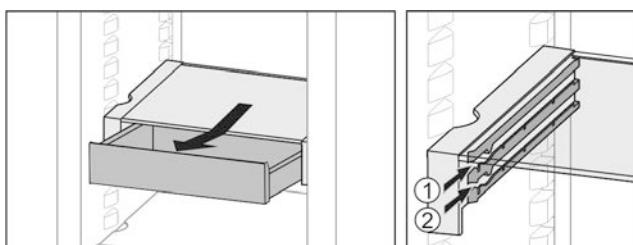

Fig. 18
- На любой высоте Fig. 18 (1) или Fig. 18 (2) вставить.